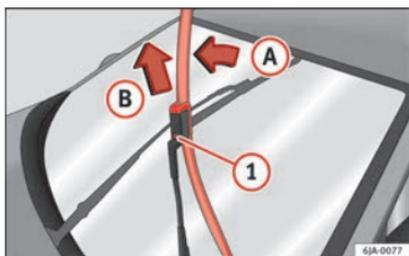

Fig. 69 Les balais d'essuie-glace.
- Retirez le bras d'essuie-glace de la glace en déplaçant légèrement le balai d'essuie-glace dans le sens du bras d'essuie-glace – flèche A » fig. 69.
- Avec l'autre main déverrouillez la sécurité ① et retirez le balai d'essuie-glace dans le sens de la flèche B.